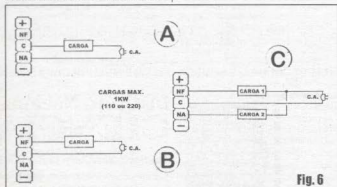

Fig. 6
- FIG. 6 - AS POSSIBILIDADES DE APROVEITAMENTO DOS CONTATOS DE SAÍDA... - O relê indicado para o circuito, com seu conjunto reversível de contatos de alta corrente, permite variações práticas muito interessantes e válidas, na implementação do controle das cargas... Em A vemos a configuração básica, que determina o *ligamento* da carga durante o toque sobre o sensor... Em B temos uma condição inversa: a carga normalmente encontra-se ativada, *desligando* enquanto o sensor do SATO estiver sendo tocado...